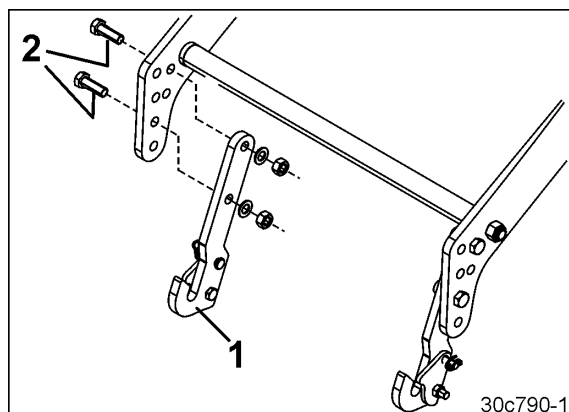

Fig. 102
1. Fixați cârligul de prindere (Fig. 102/1) cu câte două șuruburi (Fig. 102/2) la cadrul de ridicare.